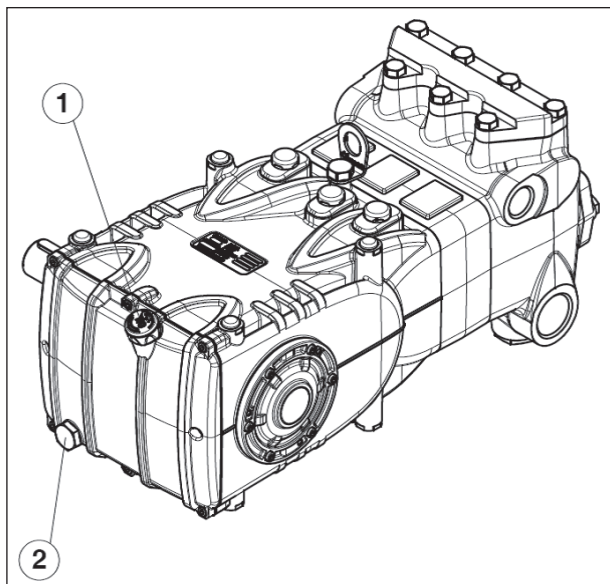

Fig. 3
À l'aide de la jauge du niveau d'huile rep. ①, Fig. 3.
Pour contrôler le niveau d'huile, la pompe doit être à température ambiante ; pour la vidange de l'huile, la pompe doit être à température d'exercice. Retirer : la jauge de niveau rep. ① puis le bouchon rep. ②, Fig. 3.